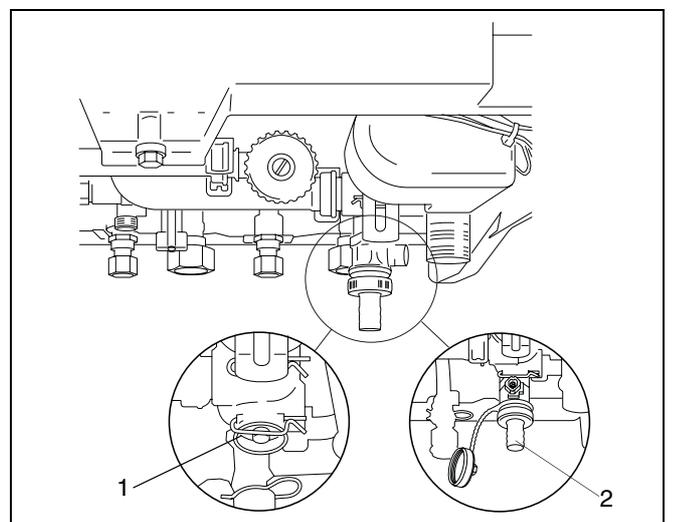

Abb. 7 Montage des Füllhahns an der rechten Unterseite
- Sicherungsfeder (Abb. 7, Pos. 1) entfernen.
- Rechten Blindverschluss (Abb. 7, Pos. 2) entfernen.